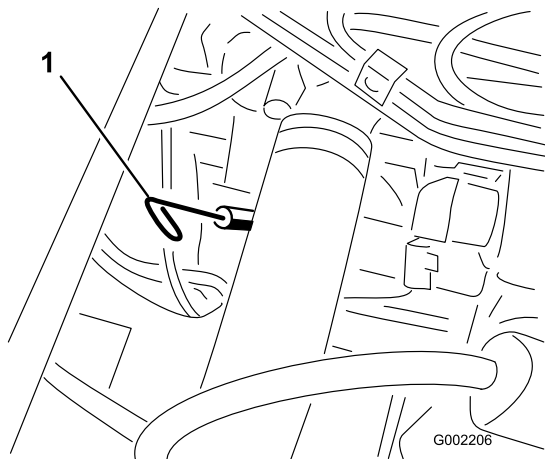

Figura 39
2. Togliete l'asta di livello, situata sotto il sedile passeggero, ed asciugatela con un panno pulito (Figura 39). Inserite l'asta nel tubo e verificate che sia inserita a fondo. Rimuovete l'asta e controllate il livello dell'olio.
13. Togliete il tappo di rifornimento dell'olio e versate lentamente circa l'80% della quantità d'olio specificata nel motore al bocchettone di rifornimento (Figura 39).